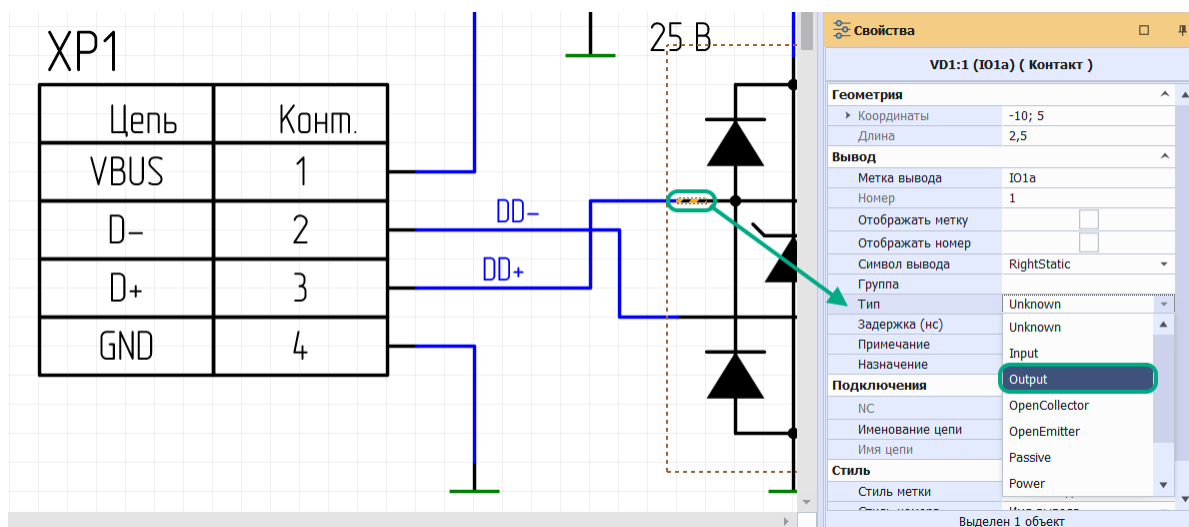

Рис. 136 Определение типа контакта элемента диффпарной цепи
4. В окне «Свойства» → «Вывод» → «Тип» выбрать тип контакта Output, см. Рис. 136.